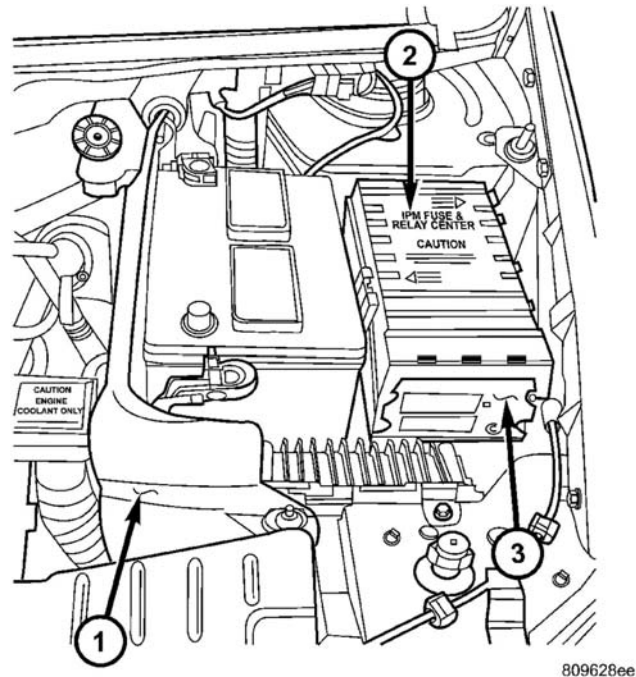

图 12 蓄电池位置与方向
- (1) 确定点火开关和所有附件都已关闭。
- (2) 先断开蓄电池电缆与蓄电池接线柱，负极先断开（图 12）。
- (3) 拆卸蓄电池固定器固定螺母。
- (4) 拆卸蓄电池固定器托架。
- (5) 从车辆上卸下蓄电池。